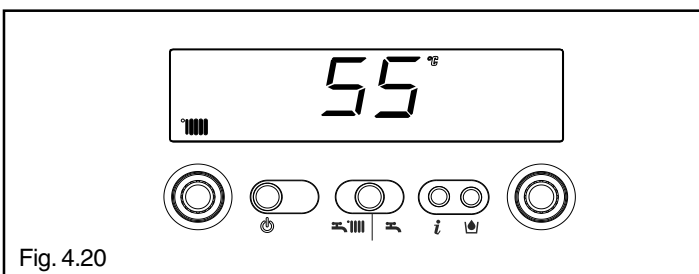

Fig. 4.20
**Info 3** visualizza la temperatura riscaldamento settata (fig. 4.20)